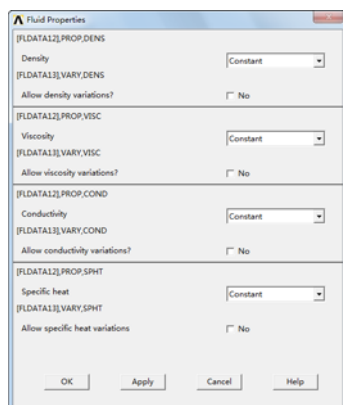

图 9-123 “Fluid Properties”对话框
⑥依次选择 Main Menu→Solution→FLOTTRAN Set Up→Fluid Properties, 会弹出“Fluid Properties”对话框, 如图 9-123 所示, 采用默认设置。